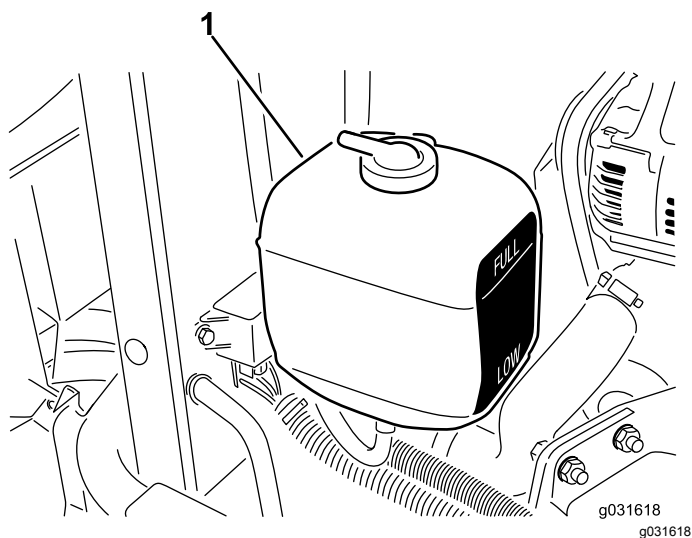

Figure 53
1. Vérifiez le niveau du liquide de refroidissement dans le vase d'expansion (Figure 53).